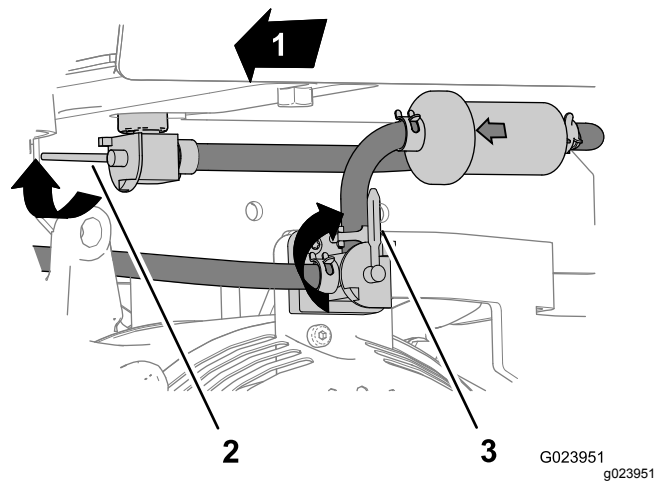

Figure 23
2. Tournez le levier vers l'avant et le haut pour FERMER le robinet d'arrivée de carburant du réservoir (Figure 23).
4. Tournez l'interrupteur du moteur dans le sens horaire à la position d'ARRÊT, et laissez refroidir le moteur (Figure 23).
- Ouvrez le robinet d'arrivée de carburant et tournez l'interrupteur du moteur en position de marche, puis recherchez d'éventuelles fuites de carburant (Figure 23).